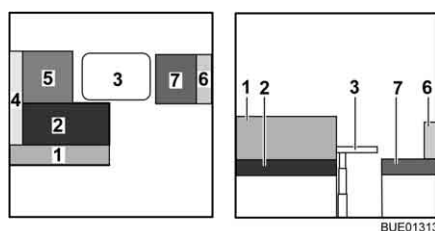

Fig. 133 Prima della trasformazione
- Trasformare il tavolo (Fig. 133,3) in struttura di supporto letto (vedi paragrafo 6.10).
- Rimuovere i cuscini dello schienale (Fig. 133,1, 4 e 6) e riporli.